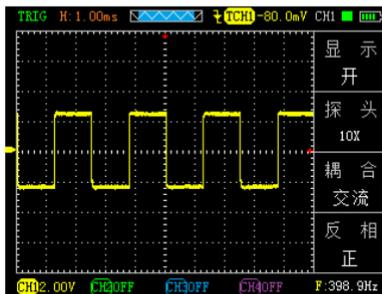

图 2-5
- 按“CH1” → “耦合交流”，按选择功能键“F3”设置为交流耦合方式。被测信号含有的直流分量被阻隔。如图 2-5